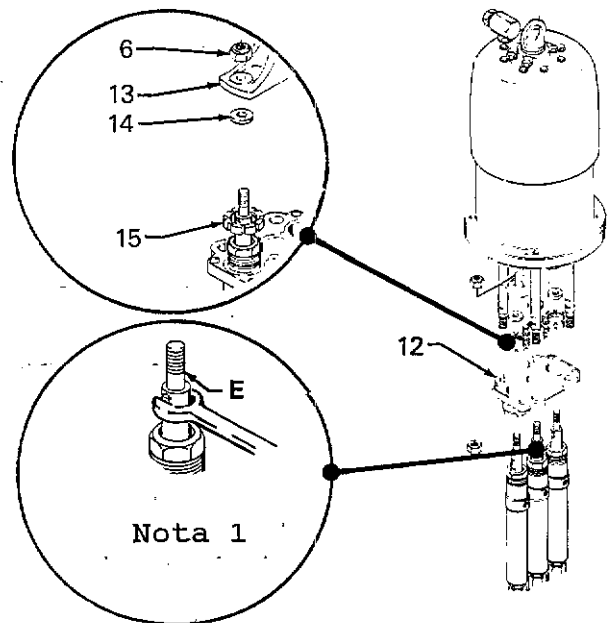

Fig. 5
2. Desenroscar las tres uniones (9) de las tomas de las bombas de desplazamiento y retirar el colector (20).
3. Retirar las dos tuercas de sujeción (6) de los vástagos de desplazamiento (E) de las dos bombas exteriores. Desenroscar y retirar los anillos de retención (15) de las bombas de fluido (para aflojarlos utilizar un destornillador y un martillo). Ver Fig. 5.
4. Tirar hacia abajo de las dos bombas exteriores para retirarlas de la placa de sujeción (12). Retirar las arandelas de los vástagos de desplazamiento.
5. Desenroscar el vástago de la culata (13) aplicando una llave inglesa en las partes planas del vástago de desplazamiento de la bomba situada en el centro. Ver Fig. 5. Retirar la bomba y la arandela de su vástago de desplazamiento.
2. En los modelos de tres bombas de desplazamiento, desatornillar las uniones (9) de las tomas y retirar el colector (20).
3. Retirar las dos tuercas de fijación (6) de los vástagos de desplazamiento (E) de las dos bombas exteriores. Desenroscar y retirar los anillos de retención (15) de las bombas de fluido (para aflojarlos utilizar un destornillador y un martillo).
4. Tirar de las dos bombas exteriores (25) hacia abajo para retirarlas de la placa de sujeción (12). Retirar las arandelas (14) de los vástagos de desplazamiento (E).
Aplicando una llave inglesa en las partes planas del vástago de desplazamiento (E) de la bomba situada en el centro, retirar el vástago de la culata (13). Ver Fig. 5. Retirar esta bomba (24) y la arandela (44) de su vástago de desplazamiento.